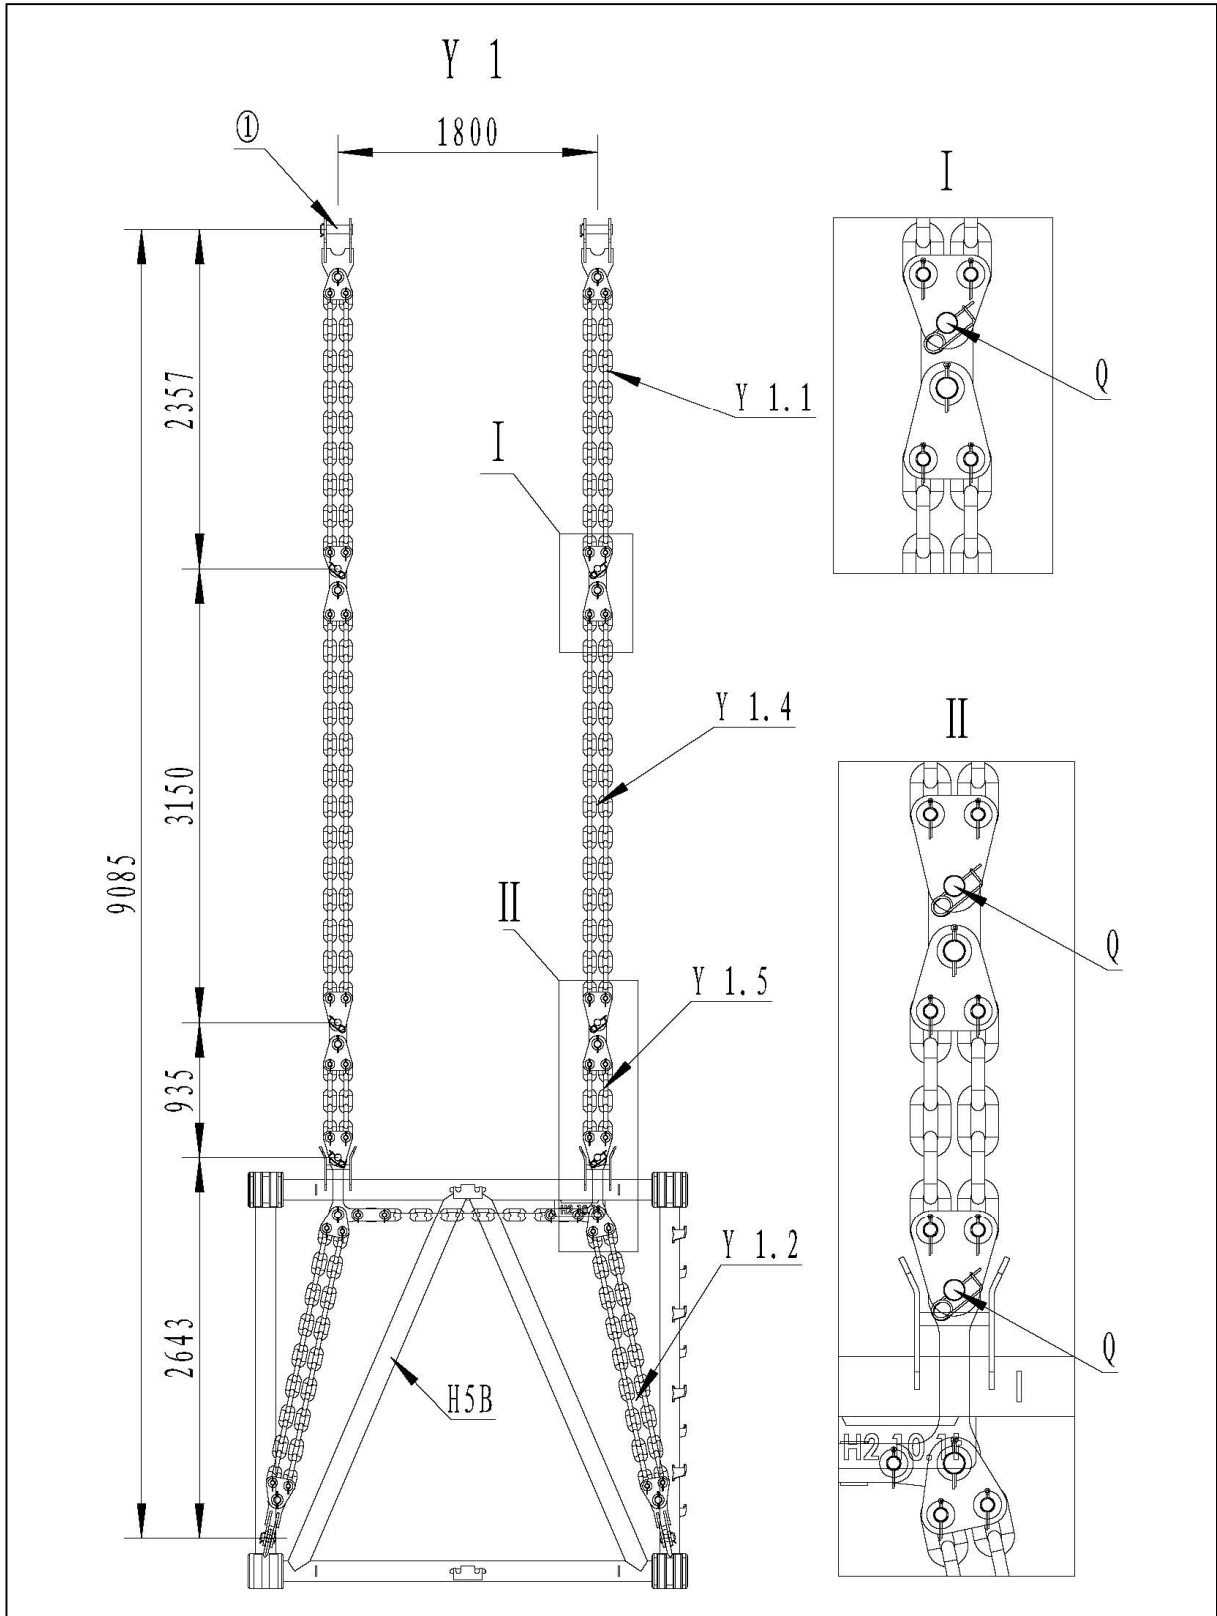

图 2.21.2
2.21.2 臂架长 138m、144m 腰绳装置（图 2.21.2）